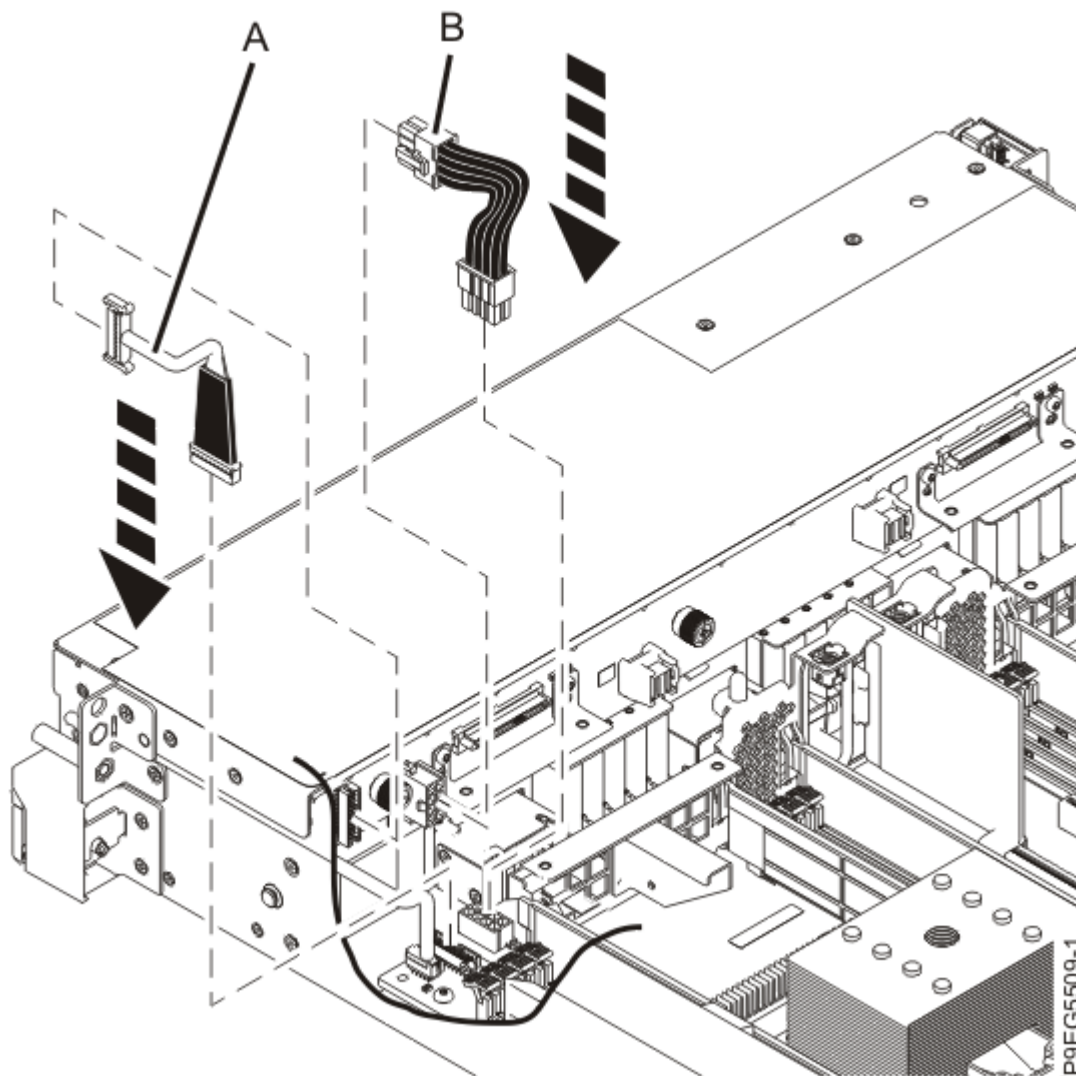

Figura 42. Reconexión del cable de señal y del cable de alimentación
2. Gracias a las etiquetas, vuelva a conectar el cable de señal (**A**) a la placa posterior de la unidad de disco, tal como se muestra en la Figura 42 en la página 50.